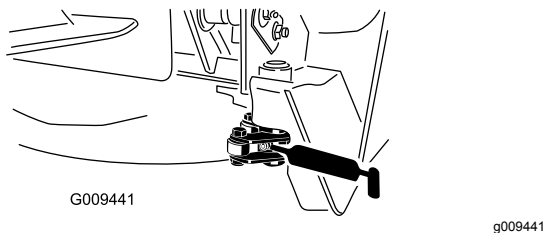

Figura 64
Articulação do trinco (2) (Figura 64)